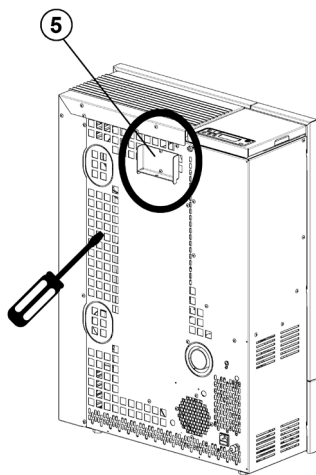

Fig. 54 - Step 2
- Haga coincidir los agujeros del pedestal con los de la base de la estufa (véase **Fig. 54**).